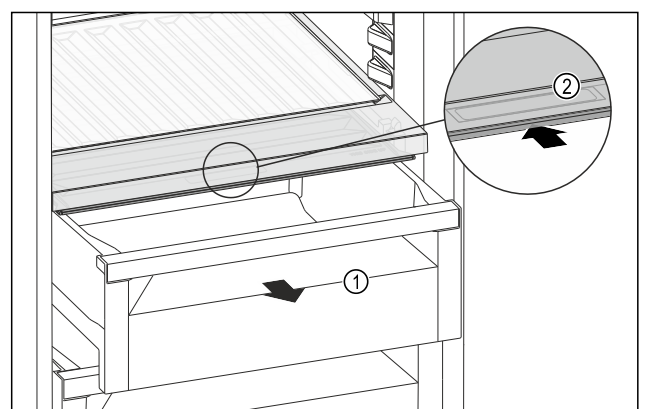

Fig. 176
- Schubfach Fig. 176 (1) herausziehen.
- Griffmulde Fig. 176 (2) am Fachdeckel anfassen und Fachdeckel gleichzeitig nach hinten schieben.